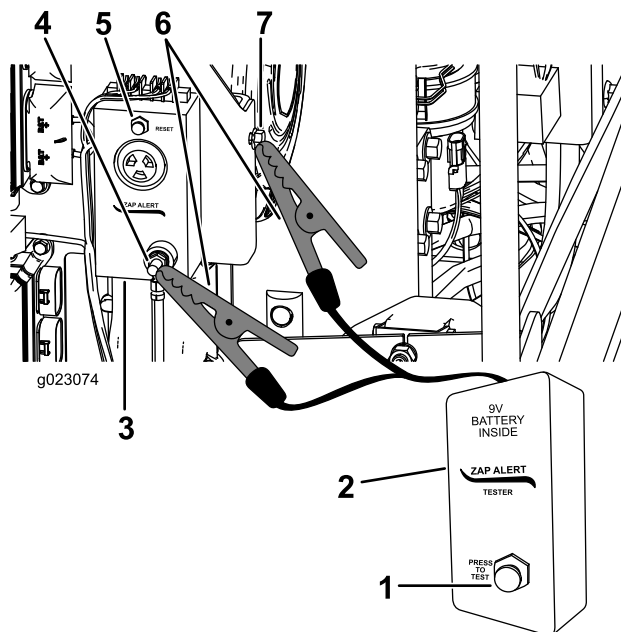

Bild 30
- Verbinden Sie eine Krokodilklemme vom Testgerät für das Stromschlagwarnsystem mit dem Erdungsbolzen des Stromschlagwarnsystems (Bild 30).
- Drücken Sie die TEST-Taste am Testgerät für das Stromschlagwarnsystem (Bild 30).
- Drücken Sie die RESET-Taste, um den Alarm abzuschalten (Bild 30).